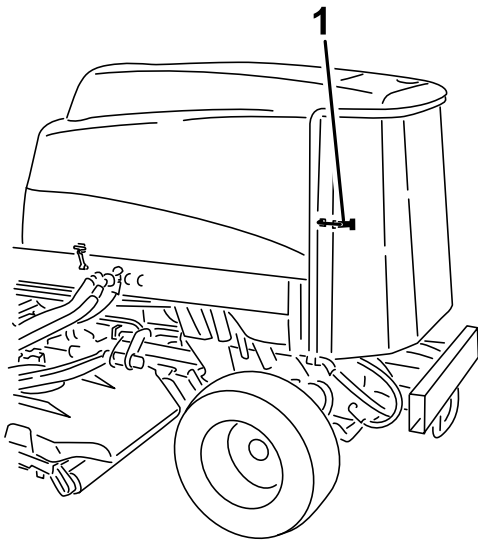

Figure 75
3. Déverrouillez et ouvrez la grille arrière (Figure 75).